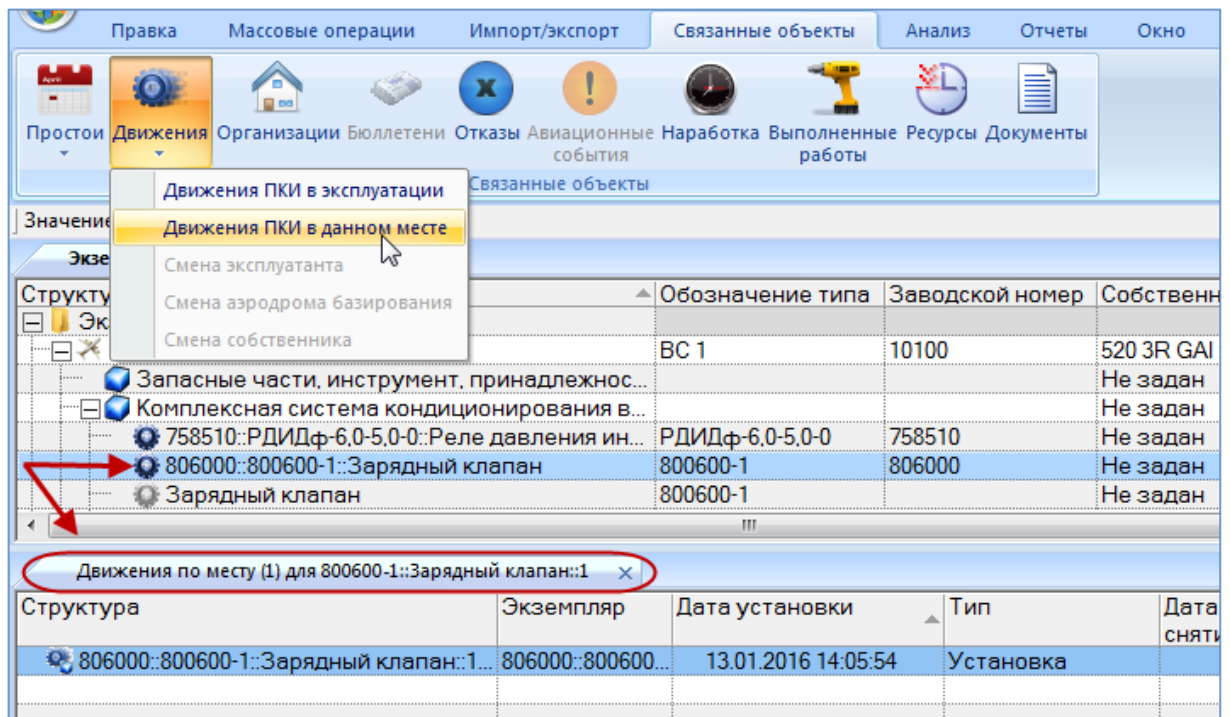

Рис. 13-127 – Окно связанных объектов «Движения по месту»
2) Выбрать экземпляр ПКИ (1 на рис. 13-127).
3) Нажать кнопку «Движения» панели «Связанные объекты» и из раскрывшегося окна выбрать пункт «Движения ПКИ в данном месте» (2 на рис. 13-127).
4) Открывается окно связанных объектов «Движения по месту» для выбранного экземпляра ПКИ (рис. 13-127).